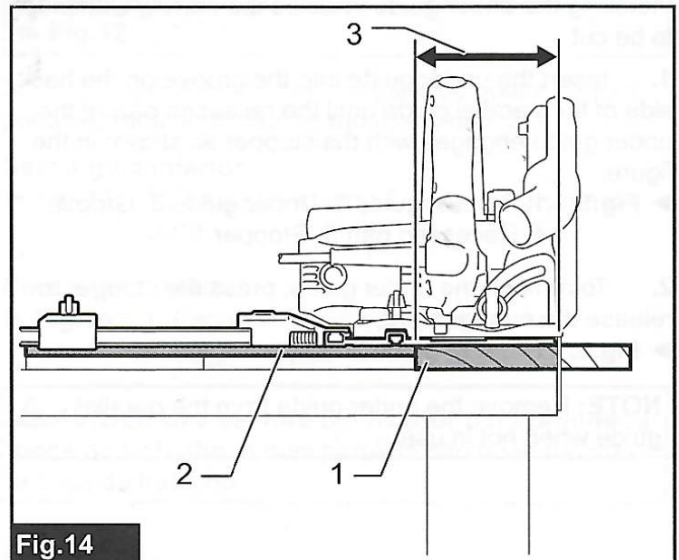

Fig. 14
► **Abb.14:** 1. Werkstück 2. Unterführung 3. Schnittbreite